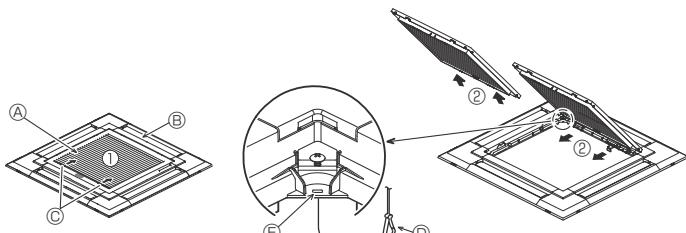
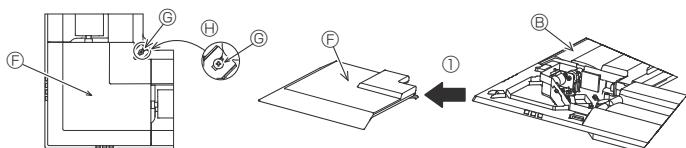

Fig. 9-3
Fig. 9-4
9.2.1. Fjerne innsugningsgitteret (Fig. 9-3)
- Skiv spakene i retningen som pil ① viser, før å åpne innsugningsgitteret.
- Med innsugningsgitteret i "åpen" stilling fjerner du hengslene til innsugningsgitteret som vist med pil ②.
9.2.2. Fjerne hjørnepanelet (Fig. 9-4)
- Løsne de 4 skruene i hjørnet. Skyv hjørnepanelet i retningen som pil ① viser på figuren, og fjern hjørnepanelet.
[Fig. 9-3] [Fig. 9-4]